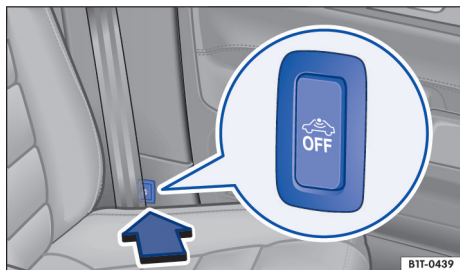

Fig. 50 Ao lado do banco do condutor: botão para desligar o monitoramento do interior do veículo e o alarme antirrebocagem.
- Pressionar o botão → Fig. 50.